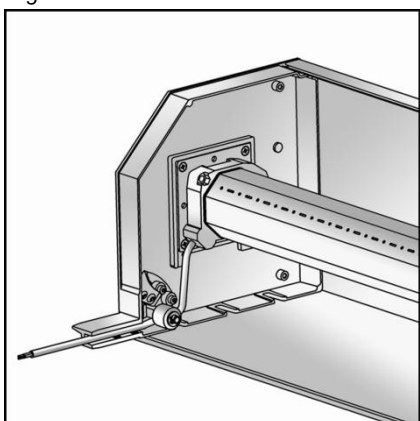
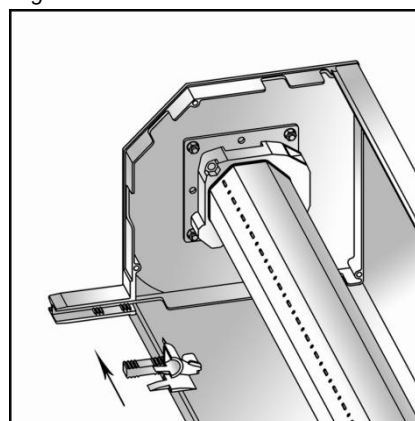

Fig. 2.13
Fig. 2.14
2.9. S'il est nécessaire de faire passer le câble moteur dans le vide de la coulisse, mettez-le en pied du couvercle (fig. 2.13) Si les coulisses n'ont pas de bords repliés et dans le coffre il n'y a pas de rouleaux de guidage, fixez des dispositifs de guidage dans le couvercle (fig. 2.14, 2.15).